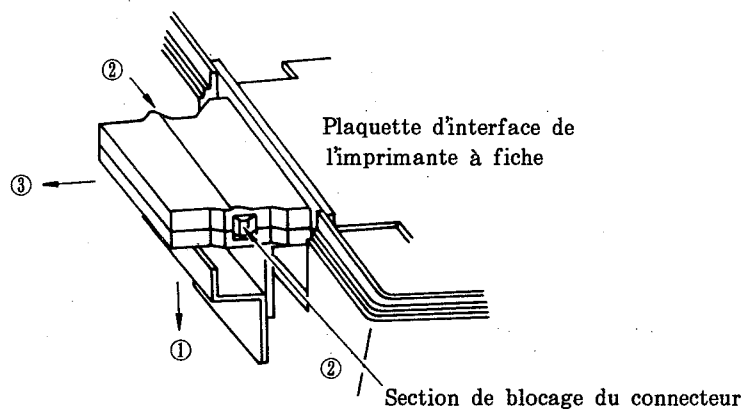

Fig. 46
- (3) Procédure d'enlèvement de ER-52SP
Desserrer la vis de fixation du connecteur et faire glisser vers le bas la pièce coudée du connecteur (1). Appuyer sur la section de blocage du connecteur et retirer le connecteur ER-52SP. (Voir la Fig. 46.)